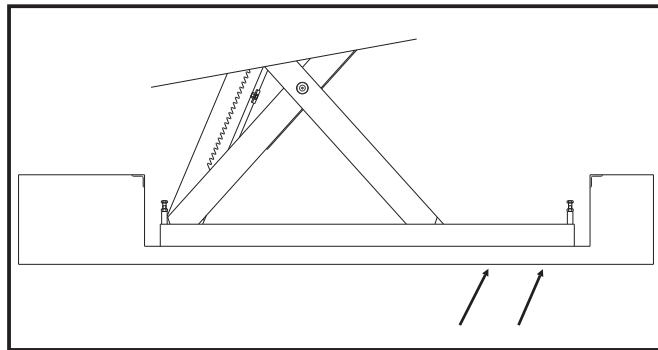

Fig.23 - Abb.23
Nel caso che il pavimento, nonostante le precauzioni adottate, non sia perfettamente livellato, servirsi di alcuni spessori metallici da mettere sotto le pedane del sollevatore riportandole perfettamente orizzontali. N.B. per un corretto spessoramento posizionare i lamierini come indicato in fig. 23.
In case the floor is not perfectly levelled, use special metal shims to be placed under the platforms so that they are perfectly horizontal. NOTE: Insert the metal shims as shown in the picture below, fig. 23.
N.B.: Pour obtenir un calage correct, les plaquettes de tôle doivent être placées aux points indiqués sur la fig. 23.
Für den Fall, daß der Boden nicht ganz eben ist, legen Sie spezielle Metallscheiben unter die Plattform, so daß sich diese genau horizontal befinden. Nun können Sie die Scherenhebebühne auf den Boden, wie nachfolgend aufgeführt, befestigen. NOTIZ: Führen Sie die Metallscheiben wie im folgenden Bild gezeigt, ein, um den Lift richtig zu platzieren. Abb.23